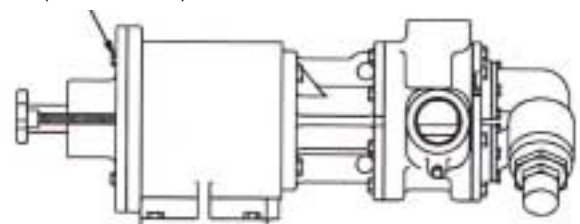

FIGURA 19
5. Installare i (4) bulloni da 0.375". Far ruotare a mano la parte di albero che fuoriesce per essere sicuri che la pompa giri liberamente Vedere Figura 19.